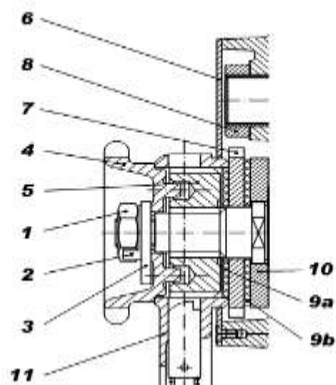

Рис. 8 Монтаж тормоза.
Ослабьте шайбы (2) и снимите гайку (1). Снимите шайбу (2) и упор (3), ручное колесо (4), колесо (5) и ручной рычаг (11). Снимите кожух (6) и тормозной вкладыш (9а), рогатку (7), и тормозной вкладыш (9b) и шайбу (10). Смонтируйте. (рис. 8)
Снимите гайку (1) снимите и поверните упор (3) чтобы между зубом (2А или 2В) был угол 50 градусов. В случае невозможности достичь требуемого, рис. 8. Регулировка тормоза снимите ручное колесо (4), затем поверните таким образом, чтобы между упором (3) и некоторым из зубов (2А или 2В) был требуемый угол. Проведите испытание тормоза.
3. Проверьте тормозные колодки, собачку и рогатку, (детали 9а, 9в, 7 и 10 на рис. 8), очистите.